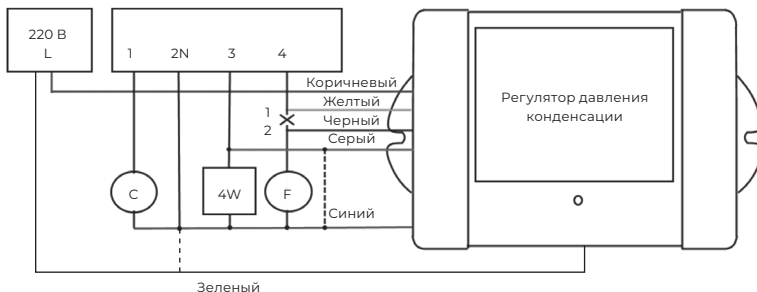

Рис. 5
- Синий провод прибора соединяется с «нулевым» проводом наружного блока (N).
- Коричневый провод прибора соединяется с «фазовым» проводом (L).
- Соедините желтый провод прибора с точкой 1 (рис. 5).
- Соедините черный провод прибора с точкой 2 (рис. 5).